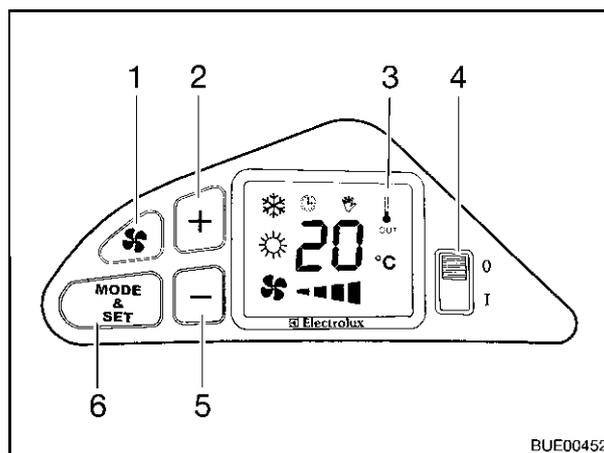

Bild 217 Bedienelemente
- Den Netzschalter (Bild 217,4) auf "I" schalten. Die eingestellte Temperatur wird angezeigt.
- Mit den Tasten "+" (Bild 217,2) und "-" (Bild 217,5) die gewünschte Temperatur einstellen.
- Den Netzschalter (Bild 217,4) auf "I" schalten.
- Die Taste "☼" (Bild 217,1) drücken.
- Mit den Tasten "+" (Bild 217,2) und "-" (Bild 217,5) die gewünschte Lüftergeschwindigkeit einstellen.
- Die Taste "MODE & SET" (Bild 217,6) drücken, bis das Kühlsymbol im Display (Bild 217,3) sichtbar ist.
- Die Taste "MODE & SET" (Bild 217,6) drücken, bis das Heizsymbol im Display (Bild 217,3) sichtbar ist.
- Den Netzschalter (Bild 217,4) auf "0" schalten.